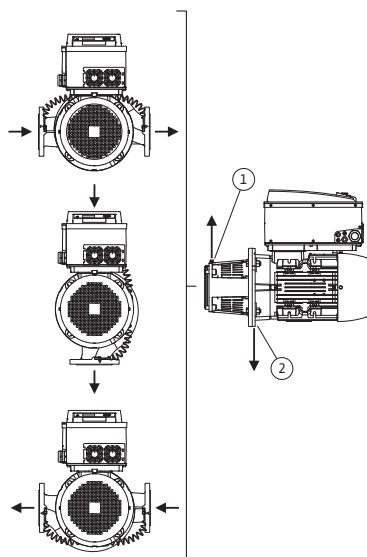
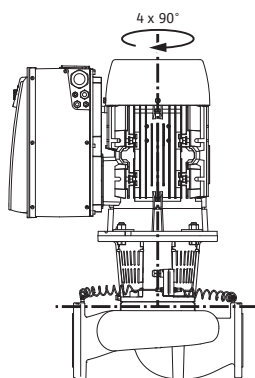

Fig. 18: Sallitut asennusasennot, vaakasuuntainen moottoriakseli
Fig. 19: Sallitut asennusasennot, pystysuuntainen moottoriakseli
Sallitut asennusasennot, kun moottoriakseli on vaakatasossa ja elektroniikkamoduuli ylöspäin (0°), on esitetty Fig. 18. Esitettynä ei ole sallittuja asennusasentoja sivuttain asennetulla elektroniikkamoduulilla ($\pm 90^\circ$). Kaikki muut asennusasennot paitsi "elektroniikkamoduuli alaspäin" (-180°) ovat sallittuja. Pumpun ilmaus on varmaa vain silloin, kun ilmanpoistiventtiili osoittaa ylöspäin (Fig. 18, kohta 1). Vain tässä asennossa (0°) voidaan syntyvä kondenssivesi johtaa tehokkaasti pois porattujen aukkojen, tiiviste-laipan ja moottorin kautta (Fig. 18, kohta 2). Irrota sitä varten moottorilaippa.
Sallitut asennusasennot, kun moottoriakseli on pystysuuntainen, on esitetty kuvassa Fig. 19. Kaikki muut asennusasennot paitsi "moottori alaspäin" ovat sallittuja.
- Tiivisteläipassa olevan ilmausventtiilin (Fig. 6, kohta 1.31) pitää vaakatasoisen moottoriakselin yhteydessä osoittaa aina ylöspäin (Fig. 6a: ja Fig. 6b:). Pystysuuntaisen moottoriakselin yhteydessä kaikki suunnat ovat sallittuja. Katso tästä myös Fig. 18: "Sallitut asennusasennot, vaakasuuntainen moottoriakseli" sivulla 81 tai Fig. 19: "Sallitut asennusasennot, pystysuuntainen moottoriakseli" sivulla 81.
- Kun moottoriakseli on vaakatasossa, kondenssivesiaukon pitää olla alaspäin (Fig. 18, kohta 2). Tarpeen vaatiessa moottoria pitää kiertää.